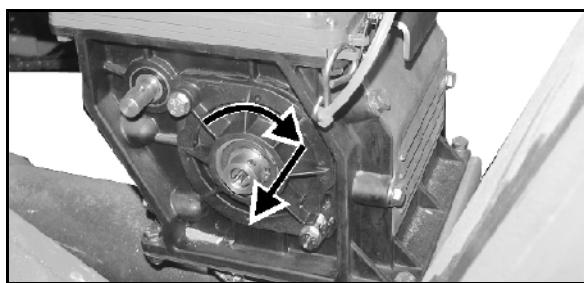

Рис. 71
1. Достаньте ключ из крепления на дозаторе. (Рис. 71/1) aus der Halterung am Dosierer nehmen.